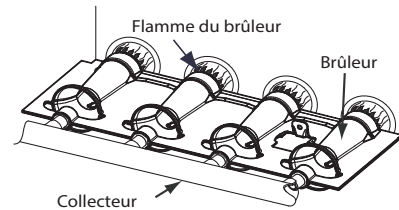

Fig. 64 – Flamme du brûleur
- c. Lorsque vous aurez obtenu l'admission correcte, remplacez les capuchons qui masquent les vis de calage du régulateur. La flamme du brûleur doit être bleu clair, presque transparente. Consultez la Fig. 64.